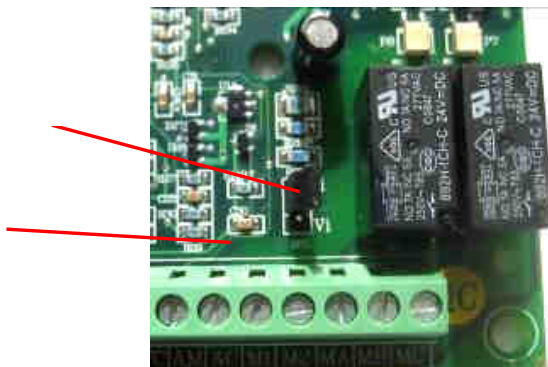

Рис. 4.29. Переключка JP3 на плате ЦП EI-7011.
**JP3** на плате ЦП в нижнее положение (рис. 4.29).